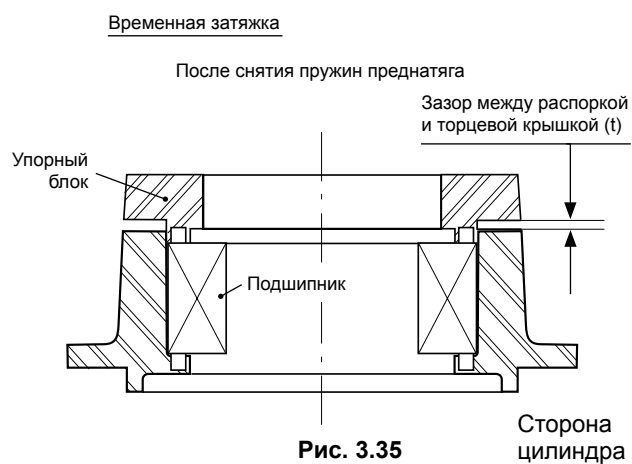

Рис. 3.35
- (1) Прделайте действия, описанные в п.п. 1-7 **Раздела 3.4.1**, но не используйте пружины преднатяга.
- (2) Временно затяните болты торцевой крышки.
- (3) Замерьте зазор между распоркой и торцевой крышкой в четырех равномерно распределенных местах по окружности и определите действительный зазор (t). (**Рис. 3.35**).